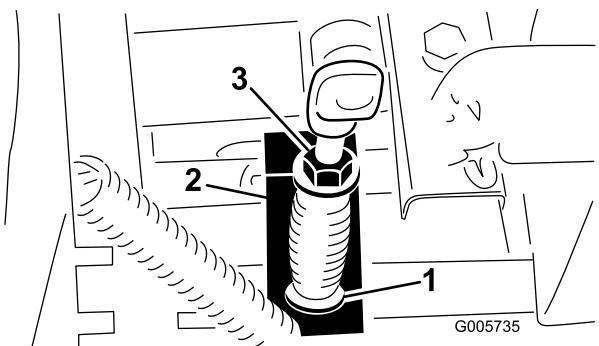

Figure 66
- Mesurez la longueur du ressort de prise de force entre les rondelles plates (Figure 66). Elle doit être égale à 81 mm.
4. Si elle doit être modifiée, maintenez la tête de la vis de réglage avec une clé (placée sous le bras de commande de PDF) et tournez le contre-écrou (Figure 66).